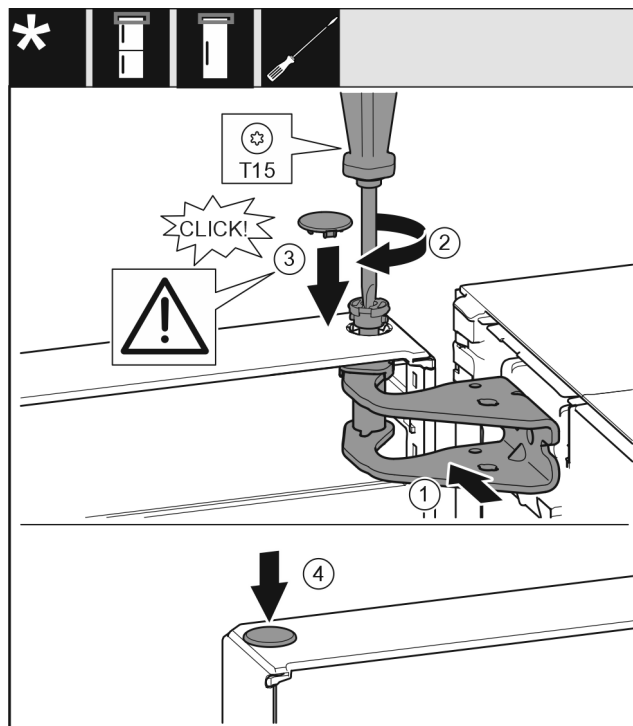

Fig. 21
- ▶ Регулирайте вратата горе спрямо отвора в лагерната стойка. Fig. 21 (1)
- ▶ Поставете болта и затегнете здраво с отвертка T15. Fig. 21 (2)
- ▶ Монтаж на предпазния капак за осигуряване на вратата: Поставете предпазния капак и проверете дали той е допрян до вратата. В противен случай поставете изцяло болта. *Fig. 21 (3)*
- ▶ Поставете тапата. *Fig. 21 (4)*